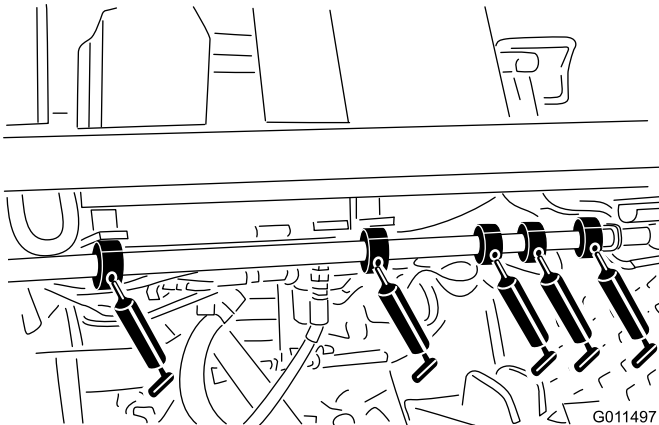

Figure 36
- Roulements d'axes de pivots de freins (5) (Figure 36)